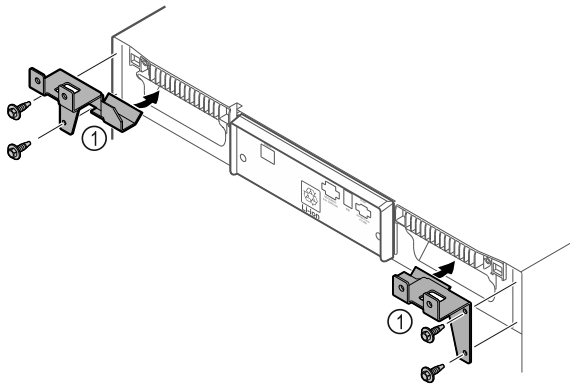

Fig. 66
- Monter les pièces de retenue Fig. 66 (1) sur l'appareil à l'aide de vis autotaraudeuses.